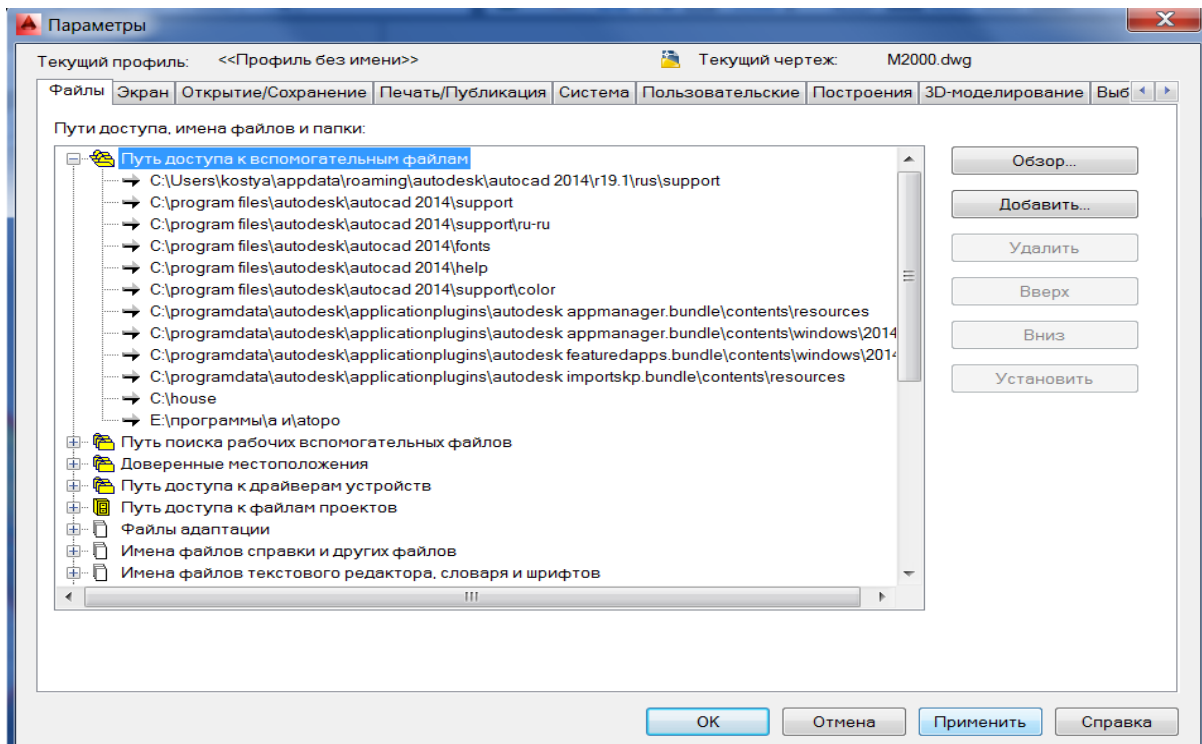

Рис. 2. Добавление путей к существующим ресурсам
2. Добавление путей (рис. 2) к соответствующим ресурсам (шаблоны, шрифты, типы линий и т.д.).